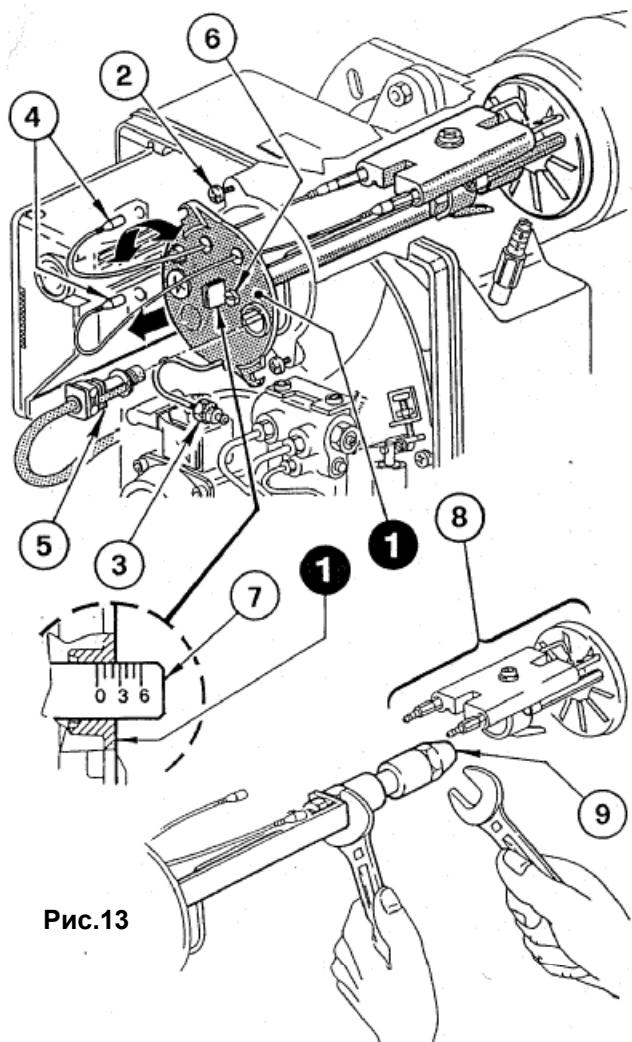

Рис.13
- ослабить винты (2), открутить гайку (3), вынуть провода (4) и фоторезистор (6) и снять блок крепления форсунки (см. рис. 13),
- правильно ввернуть форсунку (9) с захватом, как показано на рис. 13.
Регулировка обусловлена показателем расхода топлива на горелке и осуществляется вращением регулировочного винта (6) по часовой стрелке или против часовой стрелки, - необходимо совместить рискну регулировочной линейки (7) с внешней плоскостью блока крепления форсунки (1) (см. рис. 13).